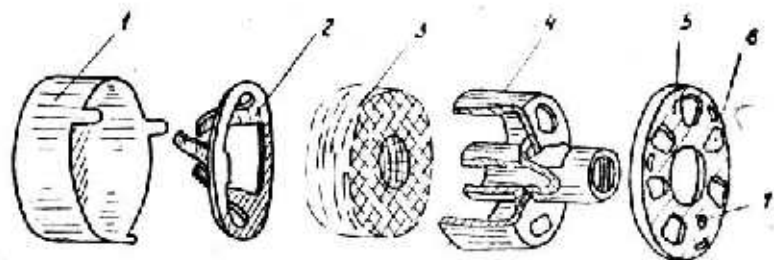

Рис. 11. Воздухоочиститель:
Воздухоочиститель (рис. 11) служит для очистки воздуха, поступающего в двигатель, и состоит из корпуса 1, корпуса сеток 4, крышки 5, пакета сеток 3 и пружины 2.
**УКАЗАНИЕ.** Во избежание выхода фиксатора 7 крышки 5 (рис. 11) из прореза корпуса сеток 4 не допускается проворачивание воздухоочистителя с нажатием на передний торец корпуса.